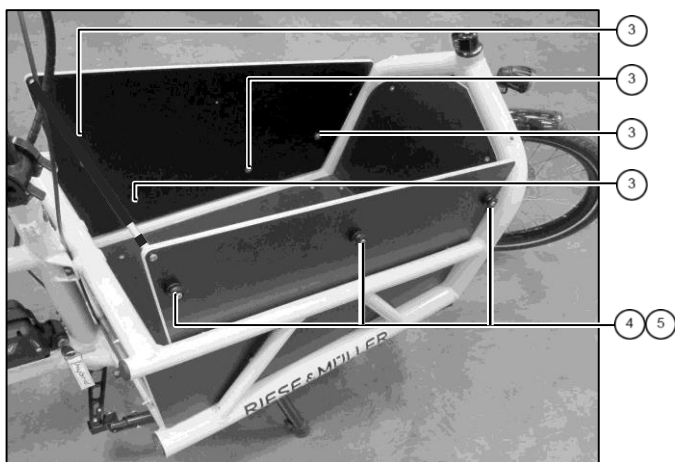
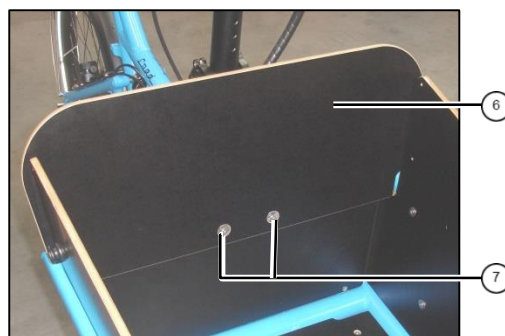

Abb. 1: Seitenwände montieren
Abb. 3: Cargo-Rückwand
1. Rundknöpfe ④ auf Linsenkopfschrauben ⑤ stecken und Linsenkopfschrauben ⑤ gemäß Abb. 1 in Seitenwände schrauben.
3. Unterlegscheiben ② auf Senkkopfschrauben ① schieben. Senkkopfschrauben durch Bohrungen ③ der Seitenwände stecken und locker in die Gewinde in der Reling drehen.
4. Seitenwände ausrichten und alle acht Senkkopfschrauben ① festziehen. **Anzugsmoment 3 bis 5 Nm.**
5. Cargo-Rückwand ⑥ mit Senkkopfschrauben ⑦ montieren (siehe Abb. 3).